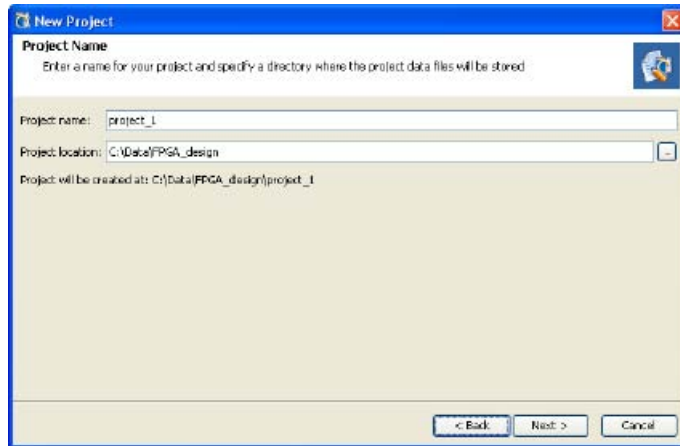

図 3-1 : New Project ウィザード : [Project Name] ページ
- 39 ページの図 3-1 に示す [Project Name] ページが表示されます。